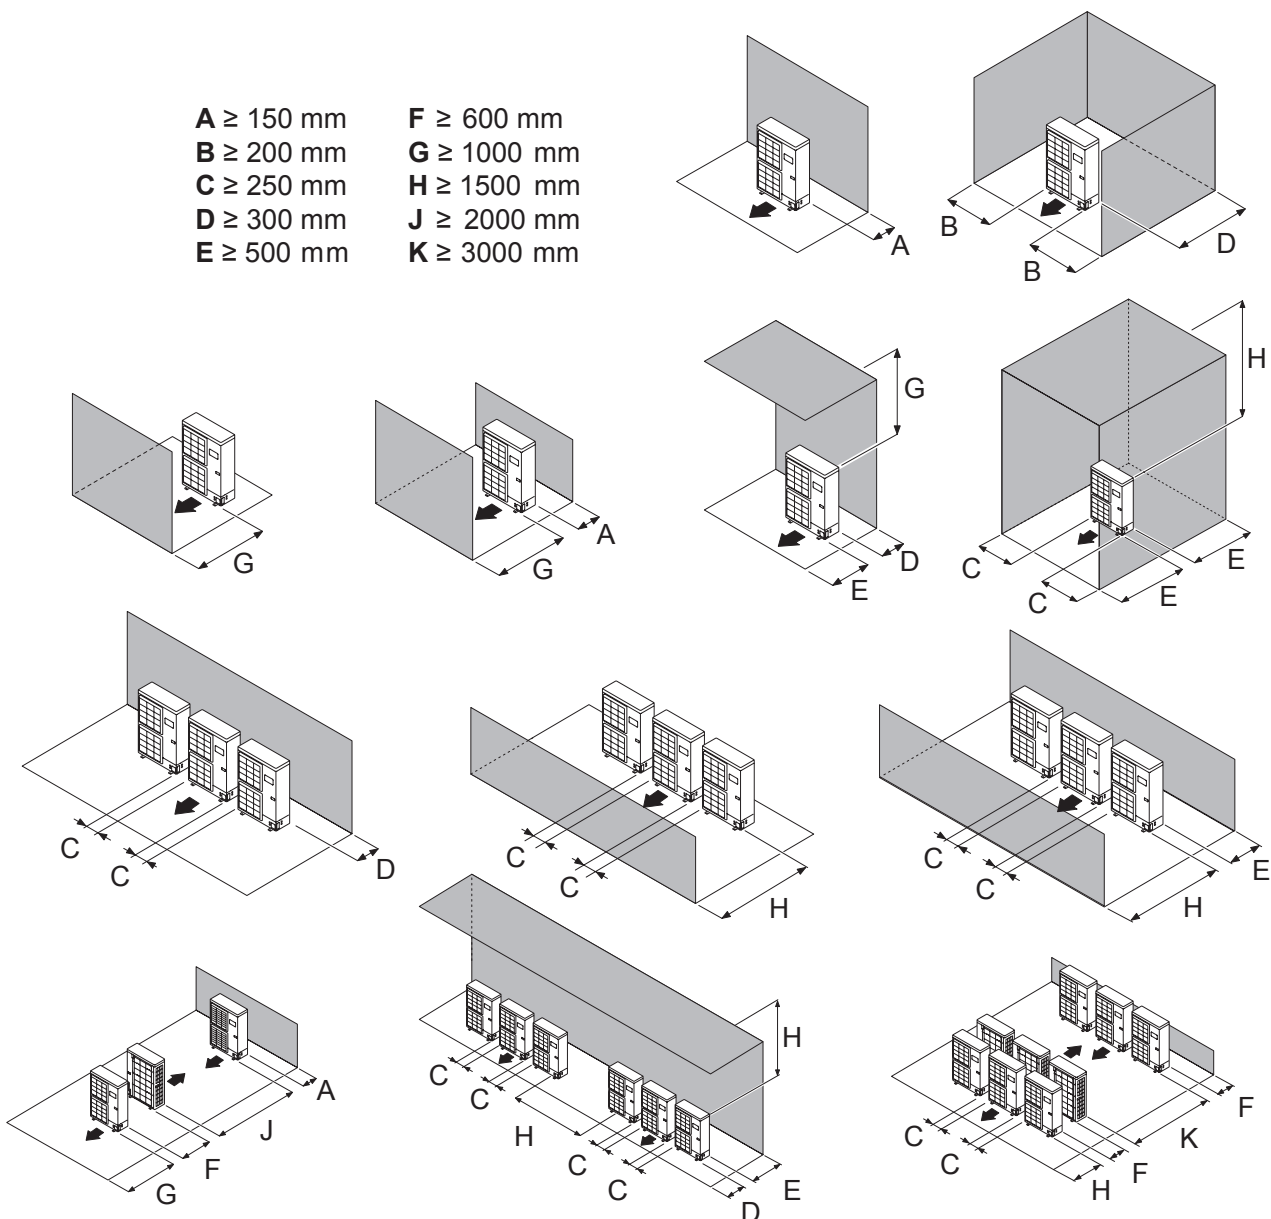

fig. 13 - Espaços mínimos de instalação à volta da unidade exterior (todos os modelos)
- O equipamento deve estar perfeitamente acessível para os trabalhos de instalação e de manutenção posteriores (fig. 13).
- Nenhum obstáculo deve perturbar a circulação de ar através do evaporador e na saída do ventilador (fig. 13).